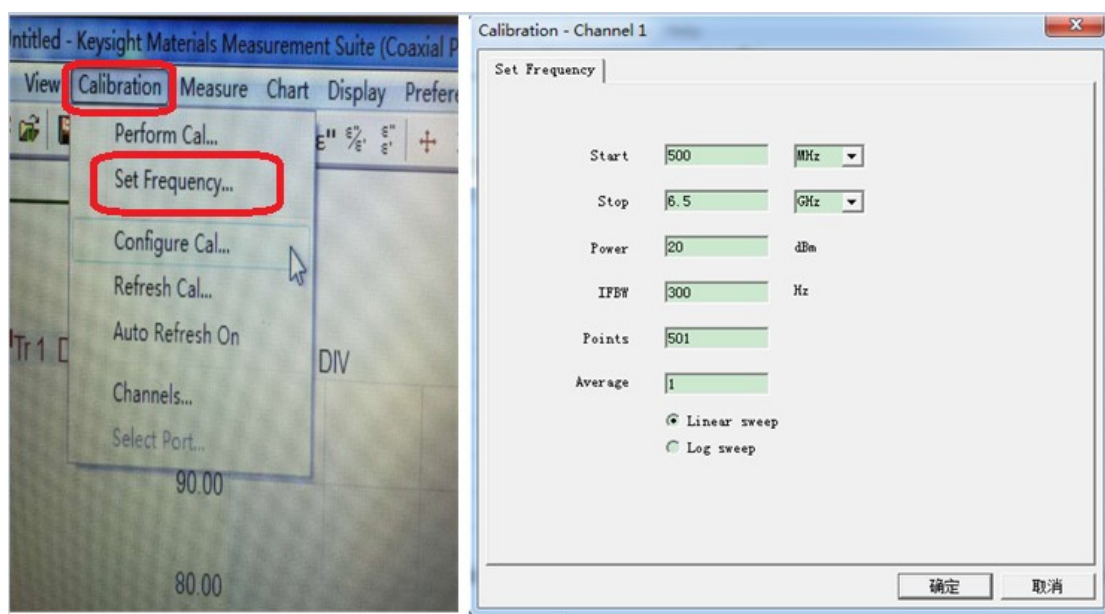

图 9.校准参数设置
- (1) 在 PC 端打开软件【Keysight Materials Measurement Suite 2016】，选择【Coaxial Probe Method】，点击【Start】，进入主界面；
- (2) 校准参数设置：如图 9 所示，选择【Calibration】下面的【Set Frequency】，设置起止频率和截至频率、采样点数、功率室温和中频带宽，若中频带宽设置的越小，引入的噪声越小，则测量精